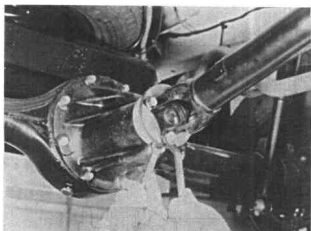

图 12-2
- (1) 顶起汽车。
- (2) 拧松凸缘叉侧的螺母、螺栓(图 12-2)。
- (3) 拆卸下传动轴总成。